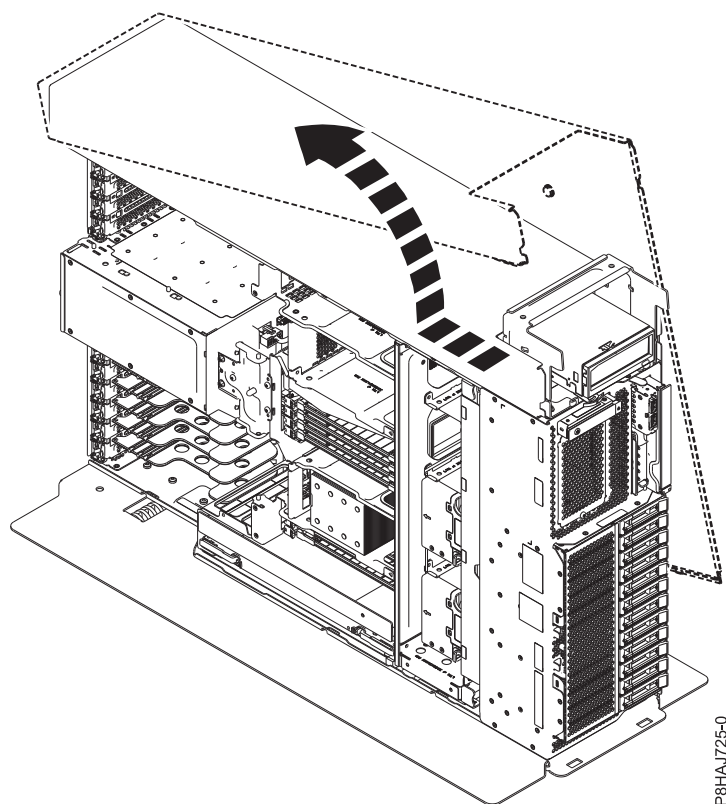

Figura 31. Extracció de la coberta lateral model 8286-41A
5. Feu lliscar la coberta lateral fins que surti del sistema en la direcció que es mostra a la Figura 31.